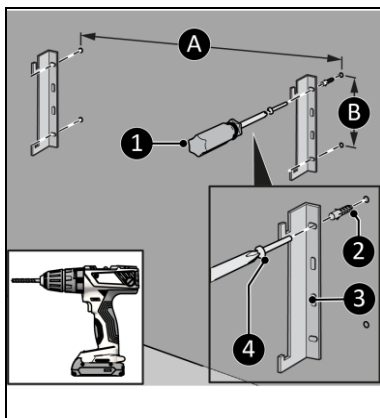

Figure 10
4. Percez quatre trous pour les supports, les deux trous inférieurs étant situés à au moins 125 mm au-dessus du sol. La distance entre les trous verticaux (figure 10, pos. B) est de 105 mm.
La distance entre les trous horizontaux est d'environ (figure 10, pos. A)* :
5. Insérez des chevilles murales (figure 10, pos. 2).
6. Vissez et serrez un support gauche et un support droit (figure 10, pos. 3) au mur avec une grande vis (figure 10, pos. 4) en utilisant un tournevis Phillips (figure 10, pos. 1).